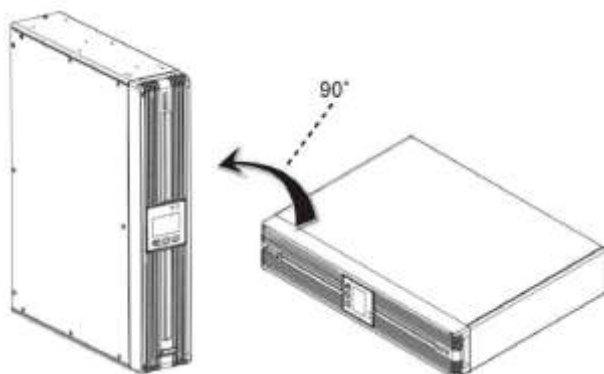

Рисунок 3-9: Поместите ИБП в вертикальное положение
- 5) Осторожно поднимите ИБП в вертикальное положение (для этого требуется два человека) так, чтобы логотип Delta на рабочей панели был направлен вверх. См. **Рисунок 3-9**.